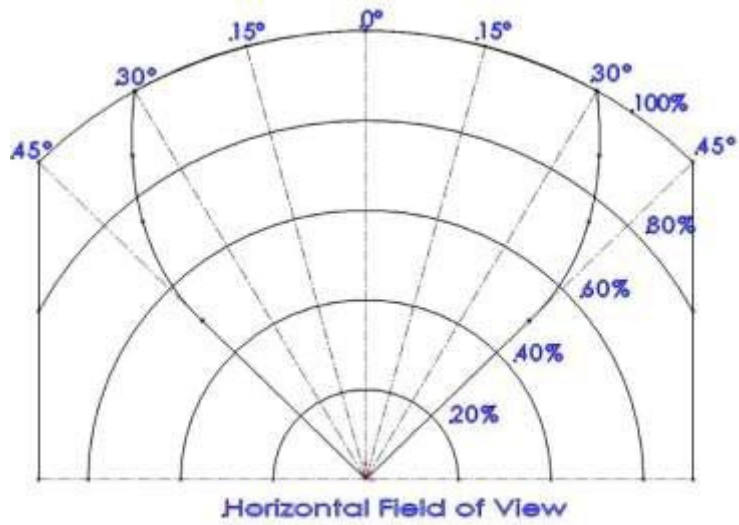
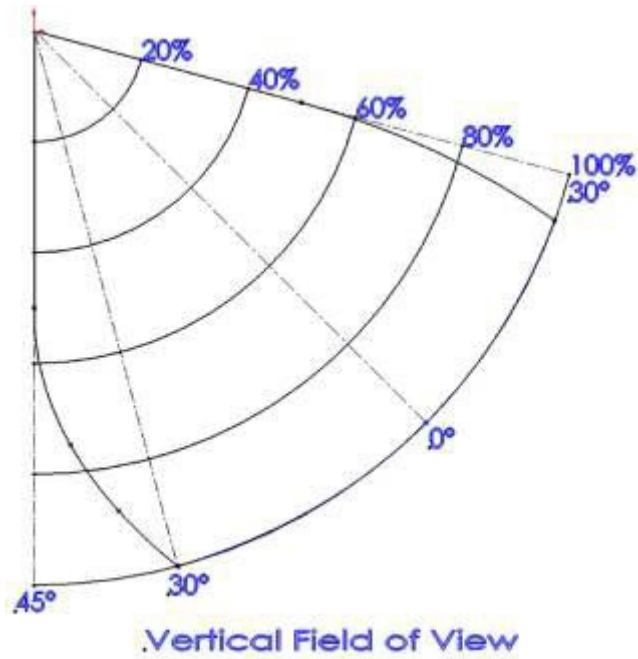

Figure 11 : - Champ de vision horizontal
Figure 12 : Champ de vision vertical
- Le champ de vision des détecteurs (voir Figure 11 et Figure 12)